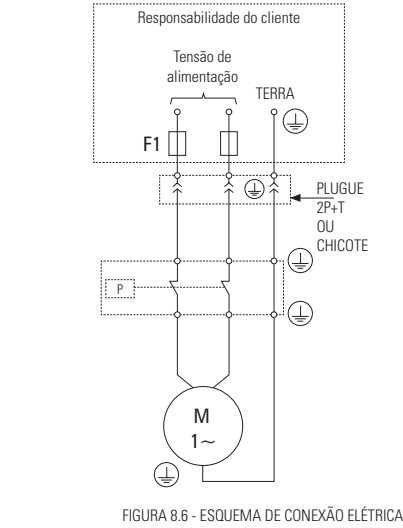

FIGURA 8.6 - ESQUEMA DE CONEXÃO ELÉTRICA
6.5 Garantia do motor elétrico: A garantia do motor elétrico somente será concedida, se forem seguidas as orientações de instalação de acordo com o diagrama (Figura 8.6).